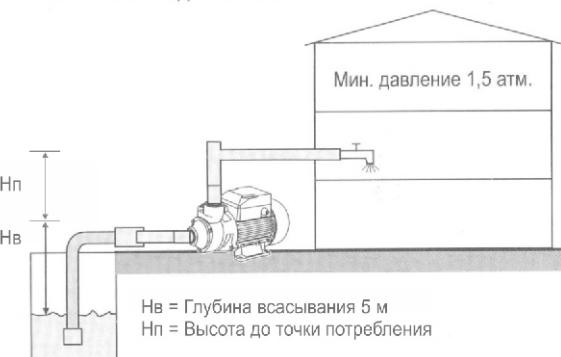

Рис. 1. Типовые схемы водоснабжения с использованием центробежного моноблочного насоса
1. Присоедините всасывающий трубопровод с обратным клапаном к всасывающему патрубку (рис. 1). Для установки всасывающего трубопровода используйте шланг или трубу такого же диаметра, что и всасывающий патрубок насоса. Если высота всасывания больше чем 4 м, используйте шланг (трубу) большего диаметра. Всасывающий трубопровод должен быть полностью непроницаемым для воздуха.